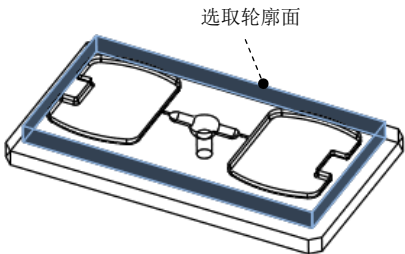

图 10.4.19 所选取的轮廓面
Step4. 在“轮廓铣削”操控板中单击 **参考** 按钮，在弹出的“参考”设置界面中 **类型** 下拉列表中选择 **曲面** 选项，选取图 10.4.19 所示的轮廓面（参考模型的凸台侧面）。